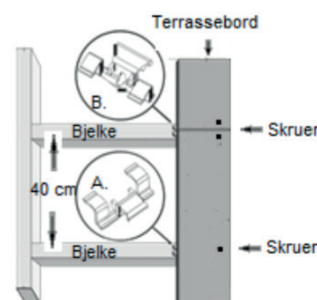

fig. 8
2. På motsatt langside av det første bordet festes klipsen i bjelkene med den enkle leppen i sporet på terrassebordet. I skjøt mellom to bord brukes klips som er beregnet for dette. (B på fig. 8). Klipsen festes i bjelken med skrue.